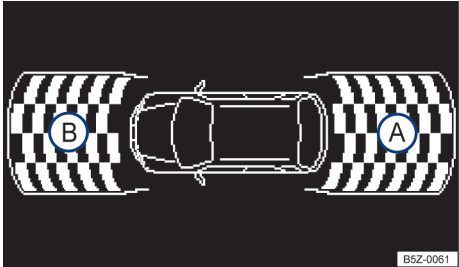

Fig. 91 Exibição do display do controle de distância de estacionamento traseiro no rádio (não disponível para algumas versões).
Dependendo da versão do veículo, será exibido no display do rádio (não disponível para algumas versões) → Fig. 91 a área examinada pelos sensores de ultrassom na parte traseira (A) do veículo. Possíveis obstáculos são exibidos tomando o veículo como ponto de referência → ⚠.
→ Fig. 91